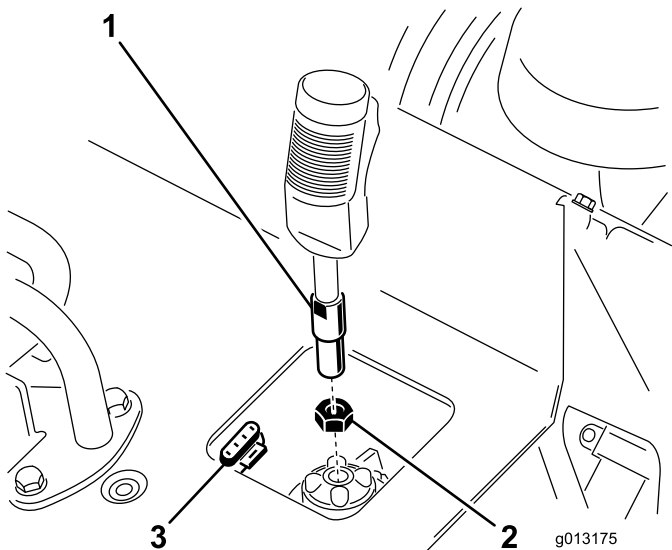

Figura 4
1. Enrosque la contratuercas sobre la palanca de control del desbastador (Figura 4).
2. Enrosque la palanca de control del desbastador en el alojamiento del panel de control (Figura 4).
3. Con el gatillo orientado hacia adelante, apriete la contratuercas contra el alojamiento para sujetar la palanca (Figura 4).
4. Conecte el cable de la palanca al conector de 4 pines situado debajo del panel de control (Figura 4).